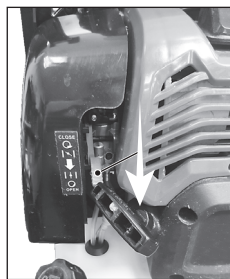

Рис. 21
7. Переведите рычаг воздушной заслонки (рис. 21) в нижнее положение ||| «Открыто».
1. Переведите рычаг воздушной заслонки в нижнее положение – ||| «Открыто» (рис. 21).